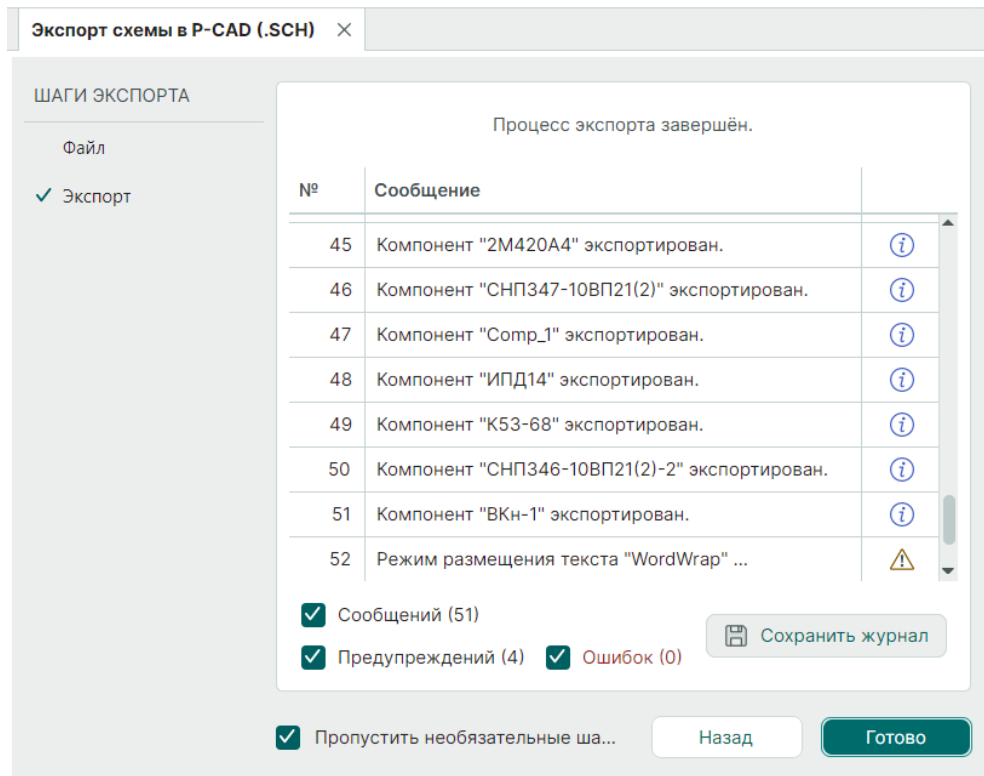

Рис. 42 Список сообщений после процесса завершения экспорта
3. После завершения процесса экспорта отображается список сообщений, см. Рис. 42.